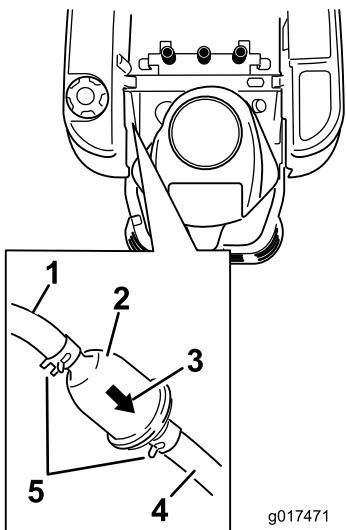

Figura 45
3. Individuate la posizione anteriore sull'estremità superiore del serbatoio come illustrato nella Figura 45.
4. Premete le estremità delle fascette stringitubo ed allontanatele dal filtro (Figura 45).
6. Montate un nuovo filtro con la freccia della direzione del flusso proveniente dal serbatoio del carburante e rivolta verso il motore. Spostate le fascette stringitubo in prossimità del filtro (Figura 45) per bloccarlo.